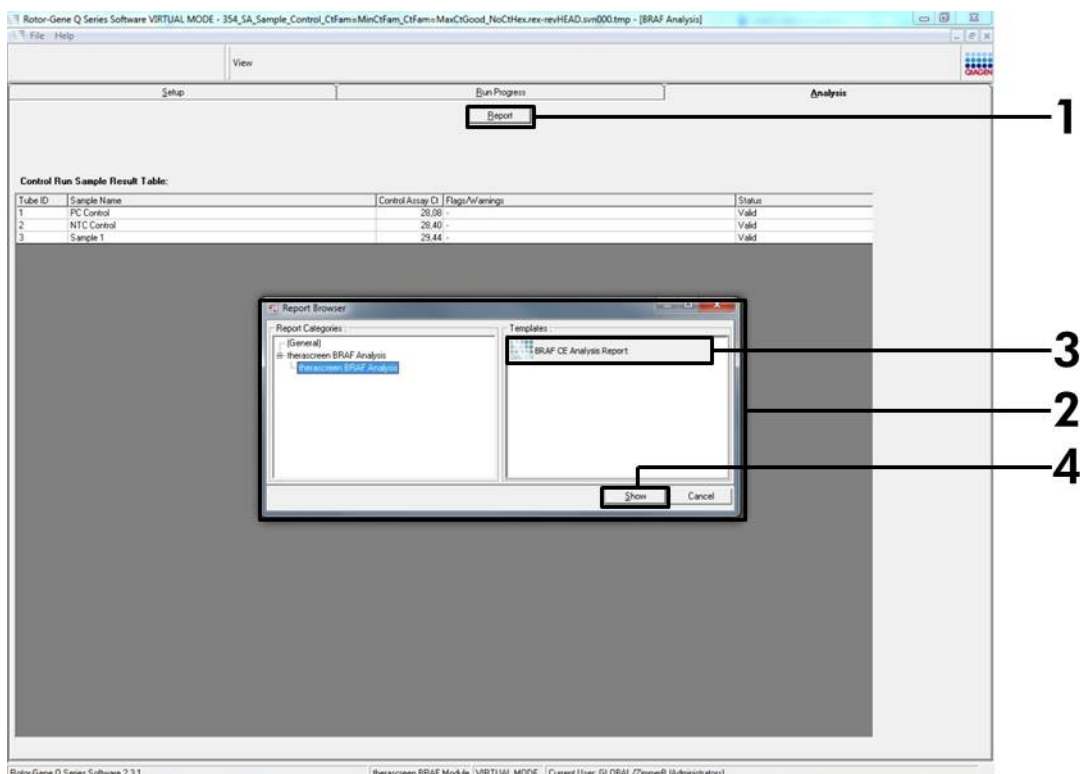

Ilustración 10. Selección del informe de análisis de BRAf CE ("BRAf CE Analysis Report")
18. Si lo desea, puede generar archivos de informe haciendo clic en el botón "Report" (Informe). Aparecerá la ventana "Report Browser" (Explorador de informes). En el apartado "Templates" (Moldes), seleccione "BRAf CE Analysis Report" (Informe del análisis de BRAf CE) y luego haga clic en el botón "Show" (Mostrar) (ilustración 10).